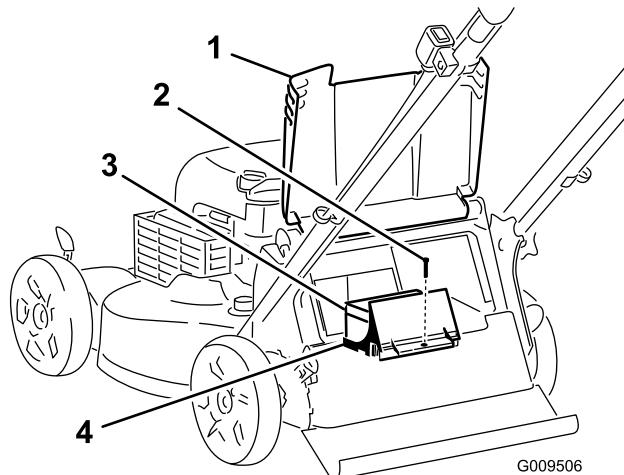
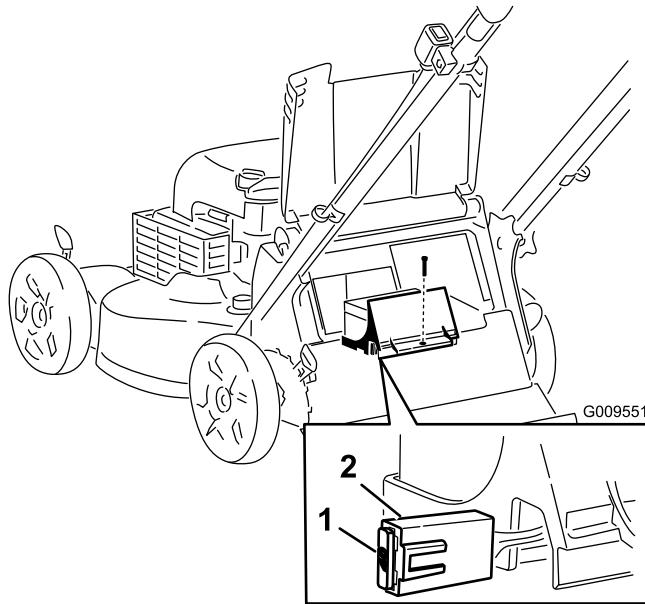

Рисунок 5
Рисунок 6
- Поднимите задний отражатель и найдите аккумуляторный отсек (Рисунок 5).
- Снимите крепежный винт аккумуляторного отсека, выньте аккумулятор и найдите предохранитель (Рисунок 5 и Рисунок 6).
- Вставьте предохранитель в держатель предохранителя (Рисунок 6).